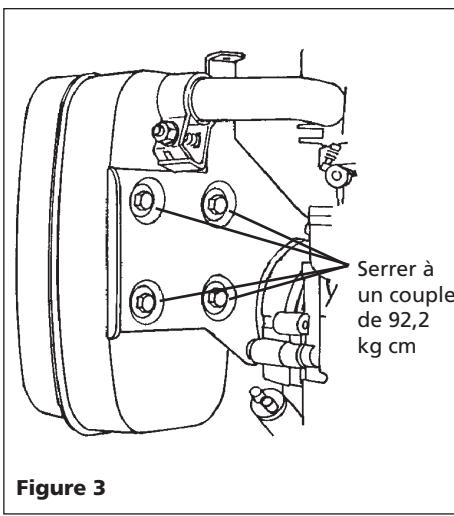

Figure 3
8. Enrober les quatre (4) vis de fixation du silencieux avec un composé antigrippage. Glisser l'arrivée du silencieux sur le tuyau d'échappement et monter quatre (4) vis de fixation de silencieux (Voir Figure 3).